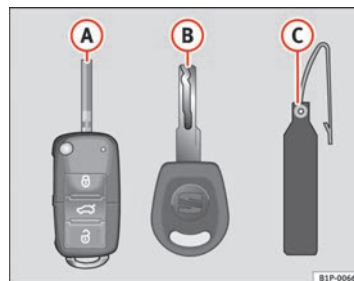

Fig. 45 Juego de llaves
- una llave con mando a distancia ⇒ fig. 45 **A**